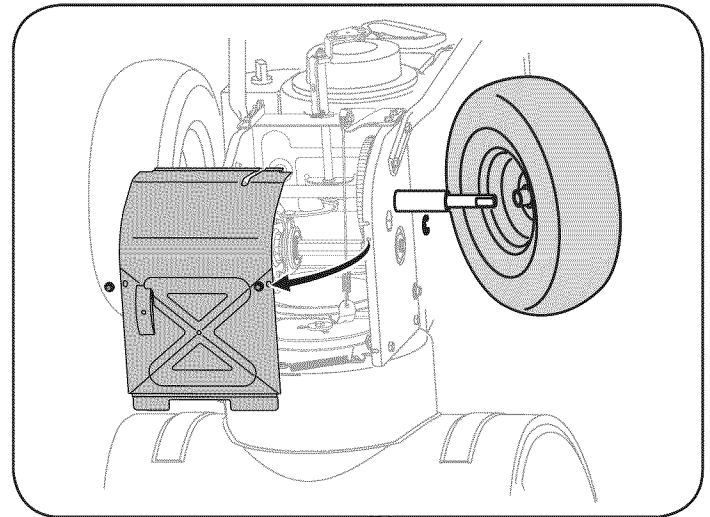

Figura 30
5. Retire la rueda derecha quitando el tornillo y la arandela de campana que la aseguran al eje. Vea la figura 30.